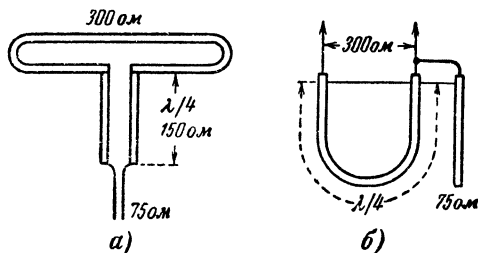

Рис. 81. Схемы согласования петлевого 300-омного вибратора и 75-омного снижения.
**Л.** — Вероятно, с начала, иными словами с антенны. Сопротивление нормальной антенны, состоящей из двух четвертьволновых вибраторов, равно 75 *ом*. Но сопротивление петлевого вибратора составляет 300 *ом*. Чтобы согласовать его с 75-омным симметричным кабелем снижения (рис. 81, а), следует включить между антенной и кабе-
лем так называемый согласующий трансформатор, состоящий из двух трубок длиной в четверть волны, расстояние между которыми выбрано так, чтобы сопротивление трансформатора было 150 *ом*. Согласующий трансформатор для перехода с петлевого вибратора на 75-омный коаксиальный кабель показан на рис. 81, б.